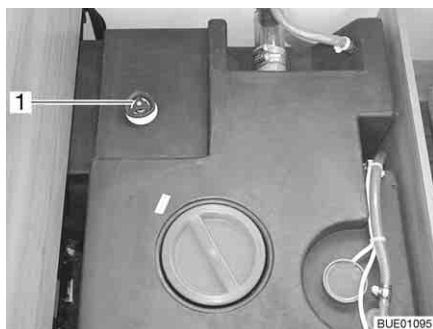

Fig. 233 Depósito de agua con tirador giratorio
- Girar el tirador giratorio (Fig. 233,1) del depósito de agua en sentido contrario a las agujas del reloj sobrepasando la resistencia, para abrir el orificio de salida completamente.